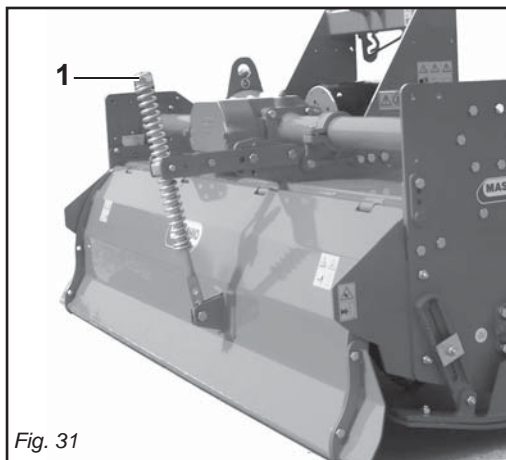

Fig. 31
- 2) Il martinetto a molla (1 Fig. 31) oltre a sostenere la lamiera livellatrice ed ammortizzarla nel trasporto su strada, serve a evitare il ribaltamento della macchina durante il parcheggio.
- 2) Besides supporting the levelling plate and acting as a shock absorber for it during road transport, the spring ram (1 Fig. 31) prevents the machine from overturning when parking.
- 2) *Le vérin à ressort (1 Fig. 31) sert de soutien à la tôle de nivellement et de suspension pendant le transport sur route, pour éviter le basculement de la machine lors du stationnement.*
- 2) Die Federwinde (1 Abb. 31) trägt nicht nur das Planierschild und dient beim Straßentransport zur Dämpfung von Stößen, sondern sie soll auch verhindern, daß die Maschine während des Parkens umkippt.
- 2) Si la máquina posee cilindro antivuelco posicionar el perno como se ve en la figura (1 Fig. 31).